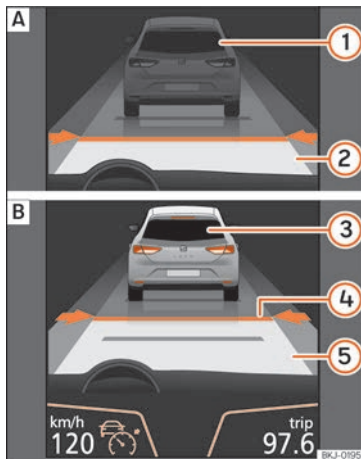
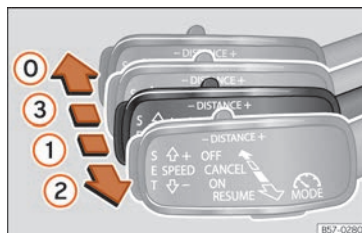
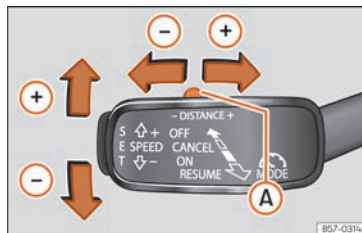

Fig. 235 En la pantalla del cuadro de instrumentos: [A] ACC inactivo (Standby). [B] ACC activo.
Fig. 237 A la izquierda de la columna de la dirección: tercera palanca para manejar el control adaptativo de velocidad.
Fig. 238 A la izquierda de la columna de la dirección: tercera palanca para manejar el control adaptativo de velocidad.
Indicaciones en la pantalla » » » fig. 235:
» fig. 235.
se la tecla **SET** » fig. 238. En caso de que se desee incrementar o disminuir la velocidad en intervalos de 1 km/h (0,6 mph), desplace la palanca hacia la posición ② » fig. 237 o pulse la tecla **SET** respectivamente.
La velocidad programada puede modificarse con el vehículo detenido o durante la conducción según se desee. Cualquier modificación en la velocidad programada se visualizará en la parte inferior izquierda de la pantalla del cuadro de instrumentos » fig. 235.
Para aumentar o reducir el nivel de distancia pulse la tecla basculante hacia la derecha/izquierda » fig. 238 (A).
- Para activar el ACC, con la tercera palanca situada en la posición ① se debe pulsar la tecla **SET** o se debe desplazar la tercera palanca del ACC hasta la posición ② » fig. 237. En ese momento la imagen del ACC en la pantalla del cuadro de instrumentos pasará a modo Activo » fig. 235.
Para desconectar el ACC desplace la palanca a la posición ① » fig. 237 (encastrada). En ese momento aparece el texto **ACC desactivado** y la función queda completamente desactivada.
Si no se desea desconectar el ACC sino pasarlo de forma temporal a modo inactivo (Standby), desplace la tercera palanca a la posición ③ » fig. 237 o pise el pedal del freno.